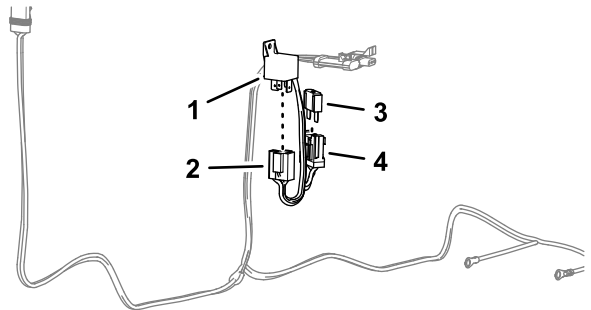

图 7
1. 将继电器安装到电源线束的 4 触点接头图 7。
2. 将保险丝 60A 插入电源线束的保险丝座的槽中图 7。